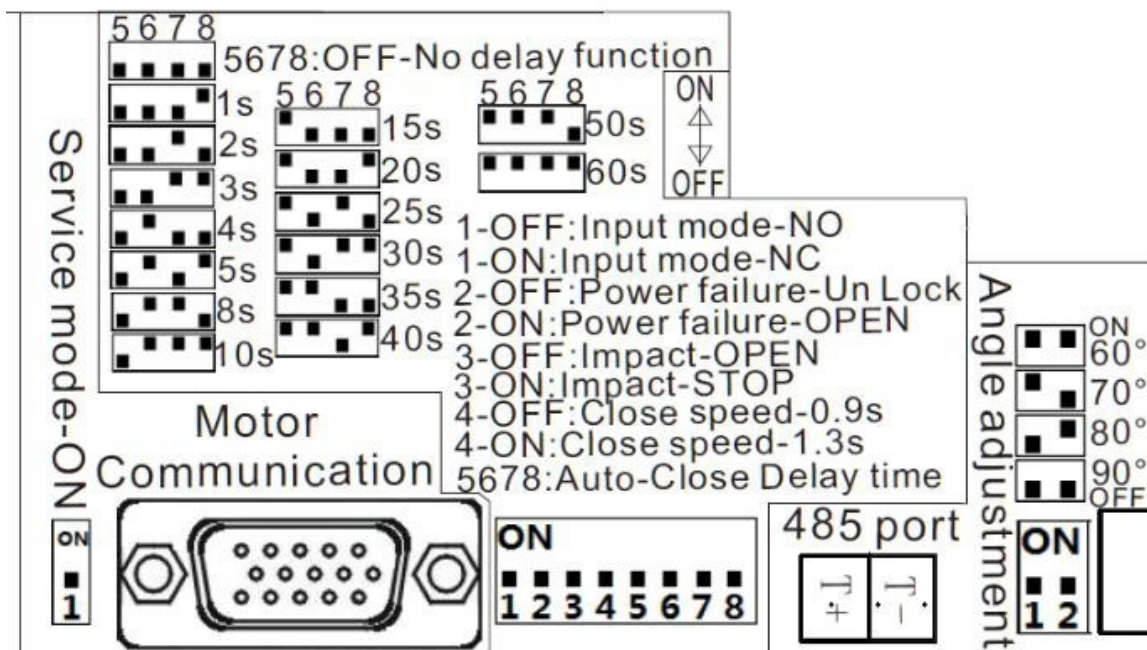

Fig. 5.2
5. Os interruptores DIP 5, 6, 7 e 8 são usados para atrasar o fecho automático do braço. O tempo de atraso para o fecho automático da barra pode ser definido em 1 s, 2 s, 3 s, 4 s, 5 s, 8 s, 10 s, 15 s, 20 s, 25 s, 30 s, 35 s, 40 s, 50 s, 60 s, conforme mostrado na **Fig. 5.2**.